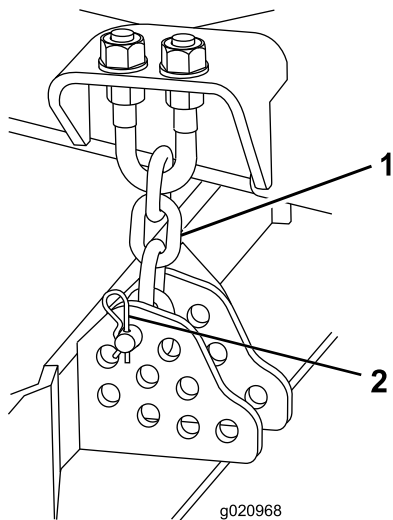

Figura 19
5. Togliete la coppia e il perno con testa che fissano le catene dell'altezza di taglio sul retro dell'apparato di taglio (Figura 19).